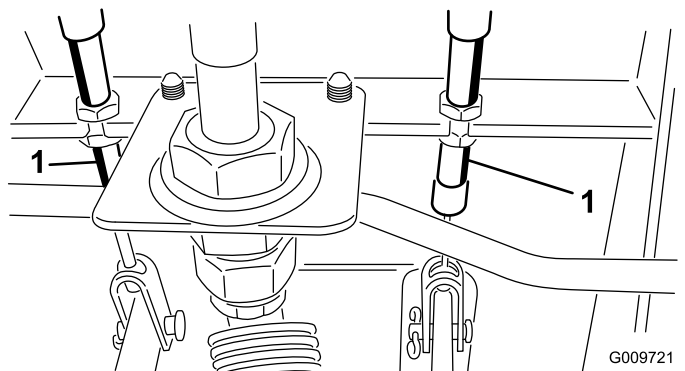

図 72
- A. ブレーキケーブル 図 72 の端にある前ナットをゆるめる。